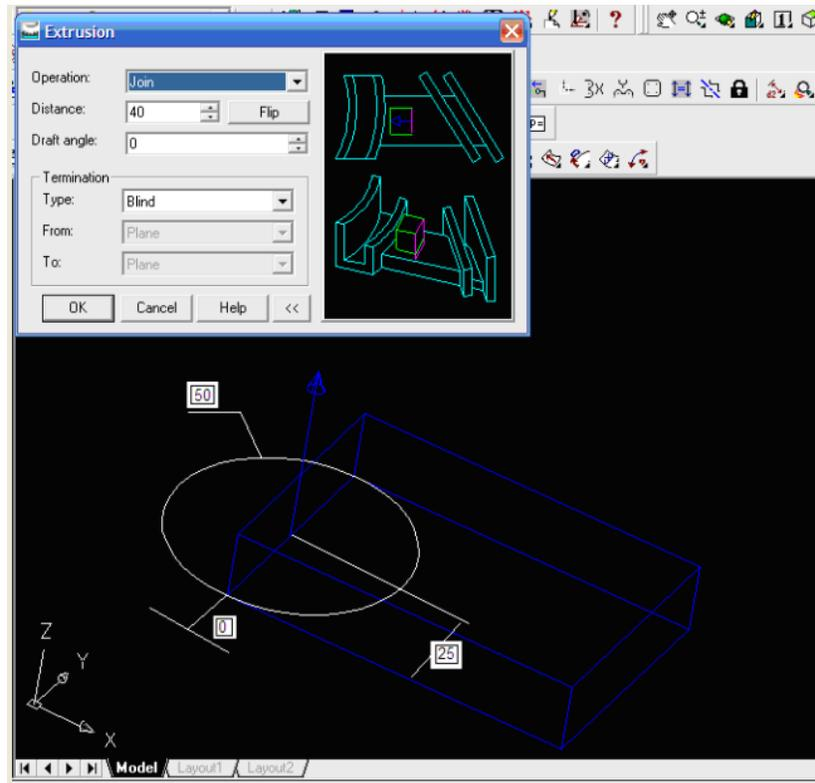

Figura 61.
17. En la barra de herramientas *Part Modeling* seleccione el comando *Extrude*, en el cuadro de dialogo que aparece seleccione la operación *Join* e introduzca 40 como la distancia de extrusión de ser necesario con el comando *Flip* cambie la dirección de el extruido que debe ser hacia arriba y finalmente pulse *Ok* para confirmar como se muestra en la *figura 61*.